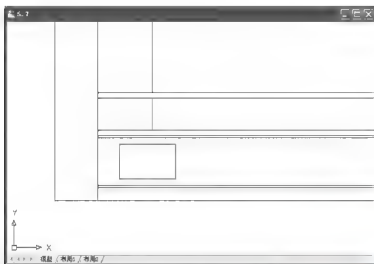

图 5.10 绘制 520mm×320mm 的造型
② 在指定另一个角点或 [面积(A)/尺寸(D)/旋转(R)]: 提示下，输入“@520, 320”后按 Enter 键结束命令，结果如图 5.10 所示。